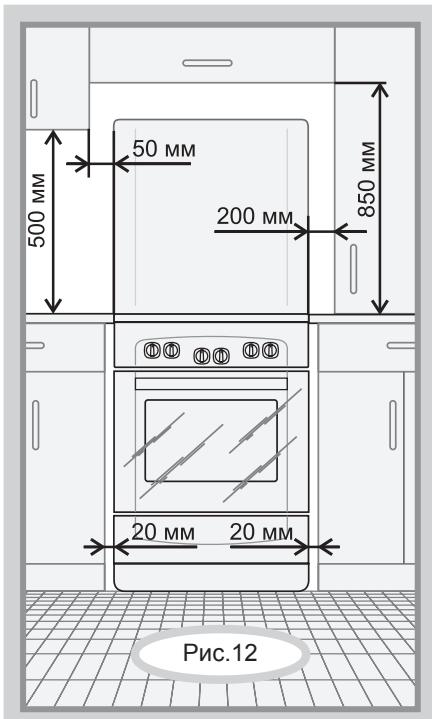

Рис.12
- Минимальные расстояния, которые необходимо выдержать при установке плиты, показаны на рис.12. Задняя стенка плиты должна отстоять от поверхности стены не менее чем на 50 мм. Торцы мебели на уровне варочной поверхности стола защитить металлическими накладками. Кухонные полотенца, шторы и т.п. должны находиться на безопасном расстоянии, исключающем их воспламенение.